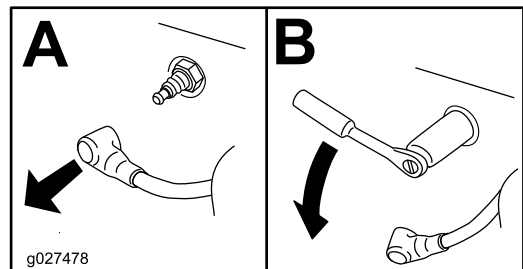

Figura 25
3. Togliete la candela (Figura 25).